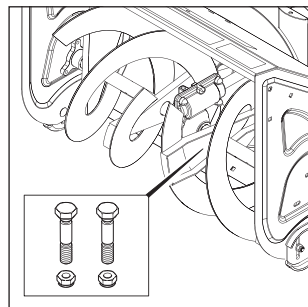

Рис. 23
- Для безопасной работы на снегоуборщике шнеки закреплены к валу через систему срезных болтов (Рис. 23).